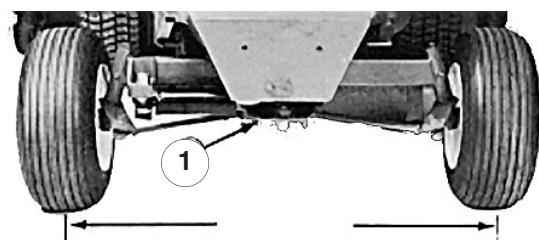

Bild 42
2. Lösen Sie die Sicherungsmuttern an beiden Zugstangen. Stellen Sie die beiden Zugstangen so ein, dass der Abstand von Mitte zu Mitte an der Vorder- und der Rückseite der Hinterräder gleich ist (Bild 42).